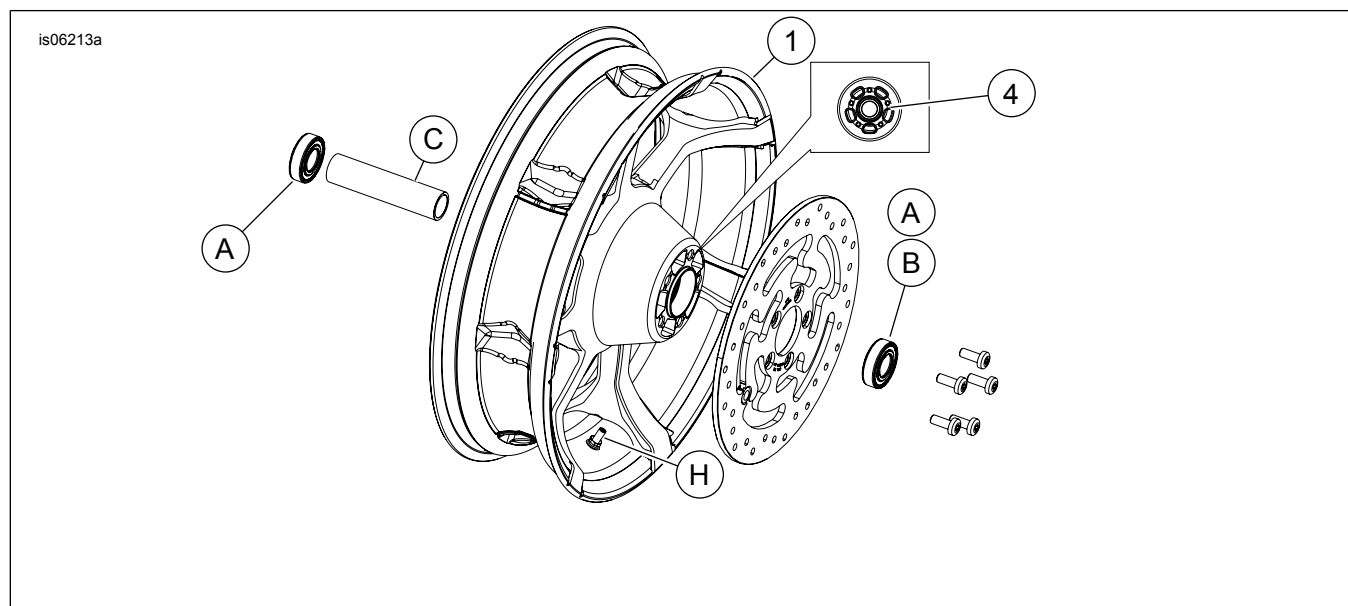

Figura 1. Parti di ricambio: Ruota agitatore posteriore (viene mostrata quella da 18 pollici)
Vedere Figura 1 e Tabelle delle parti di ricambio.
2. Vedere Figura 1 Installare un nuovo gruppo dello stelo della valvola (H) sulla ruota. Vedere il manuale di manutenzione.